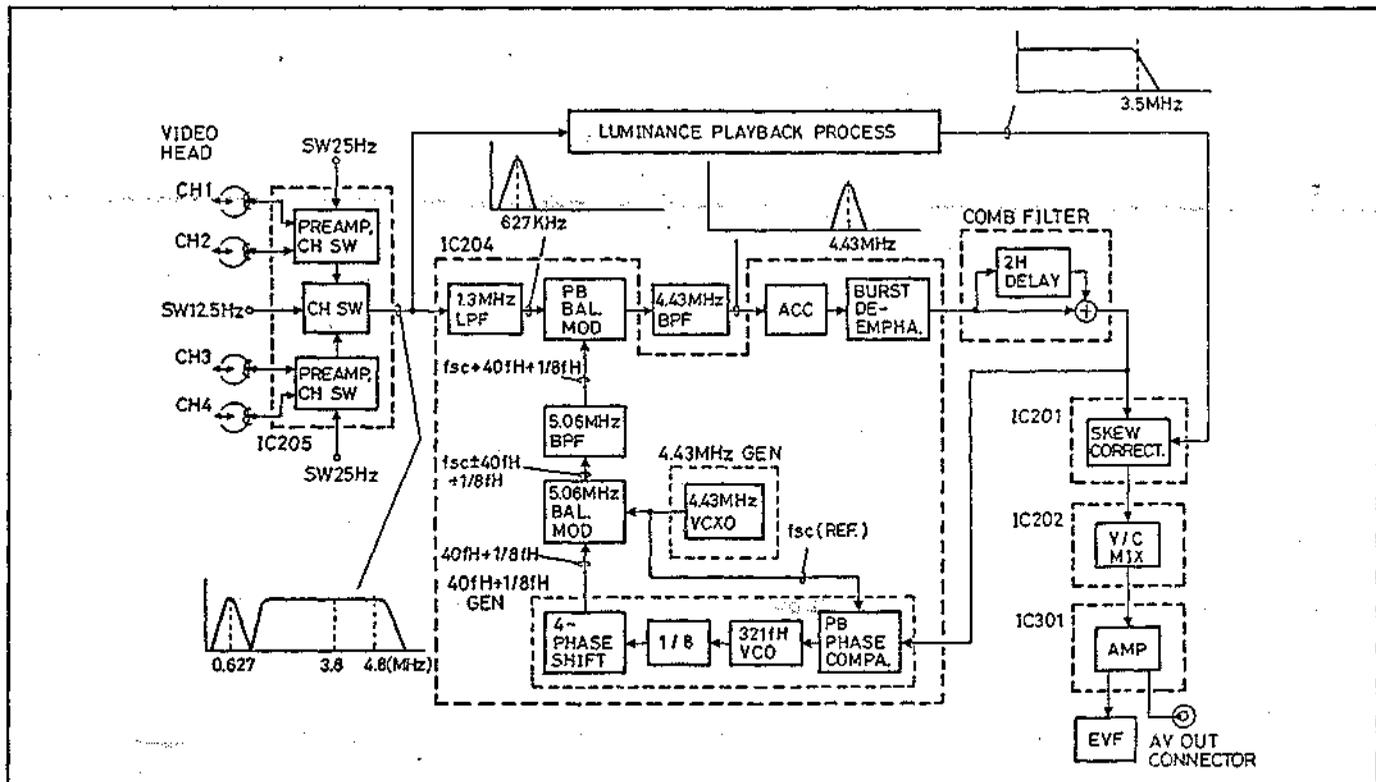

Abb. 5.26 Chrominanzsignal-Wiedergabeprozess
6. Chromasignal-Wiedergabeschaltkreis (Abb. 5.26 bis 5.29)
6.1 Schaltkreisanordnung (Abb. 5.26)